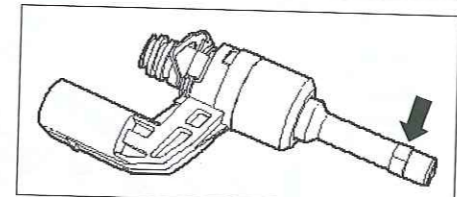

Fig. 40
- Seccionar el anillo - junta de teflón del inyector (Fig.40).